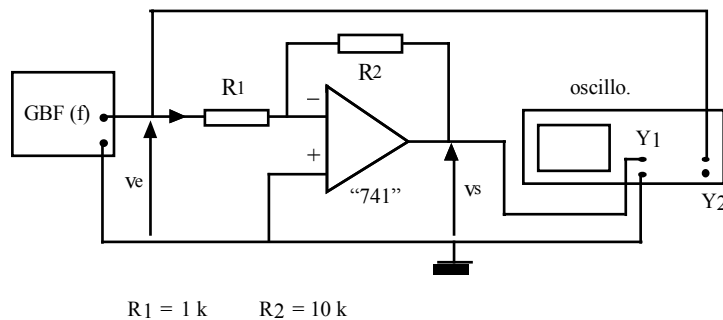

Figure 3
- On réalise le montage de la figure 3 que l'on étudiera plus sommairement.